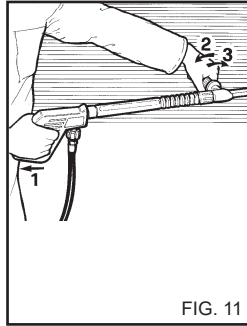

FIG. 11
**KAKSINKERTAISEN KÄRKIOSANTAISÄÄDETTÄVÄN PÄÄN (Fig. 11).**